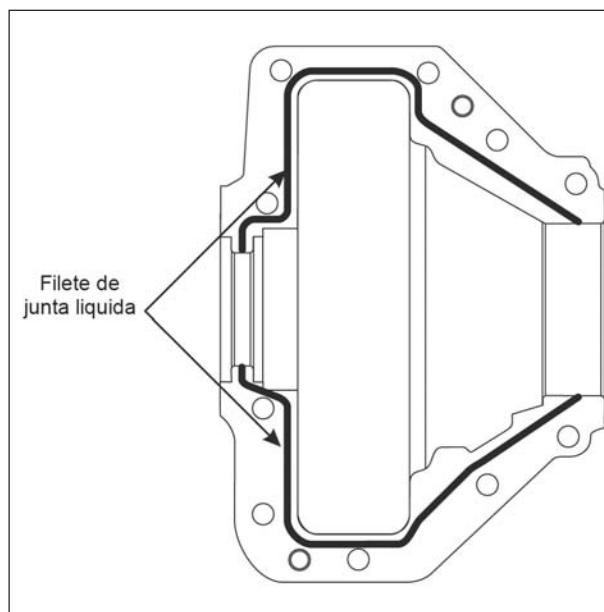

Figura 100
28. Instale um filete de junta líquida Mopar® RTV, ou equivalente, na tampa do diferencial, conforme mostra a figura 100.